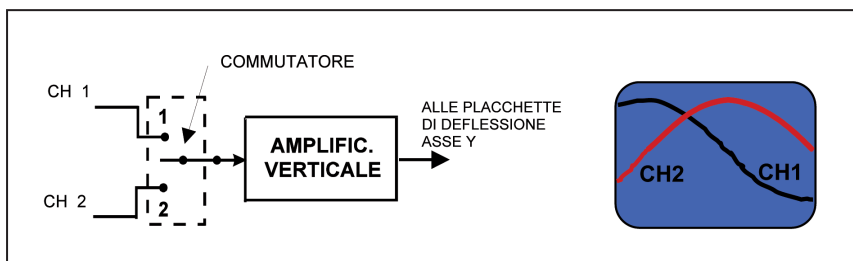

Fig. 7 - Realizzazione della doppia traccia
fatta con la tecnica di commutare i due segnali sulla singola coppia di placchette in una sorta di multiplexing per il quale si sfrutta la persistenza dell'immagine per presentare "quasi contemporaneamente" i due segnali (Fig.7). Generalmente gli oscilloscopi sono a due canali ma in qualche caso si hanno anche quattro canali utilizzando scanner a quattro vie. Esistono due modalità di commutazione CHOP e ALT, vedi il riferimento bibliografico (1), ma ai fini del problema che si vuole evidenziare l'una o l'altra modalità sono indifferenti.